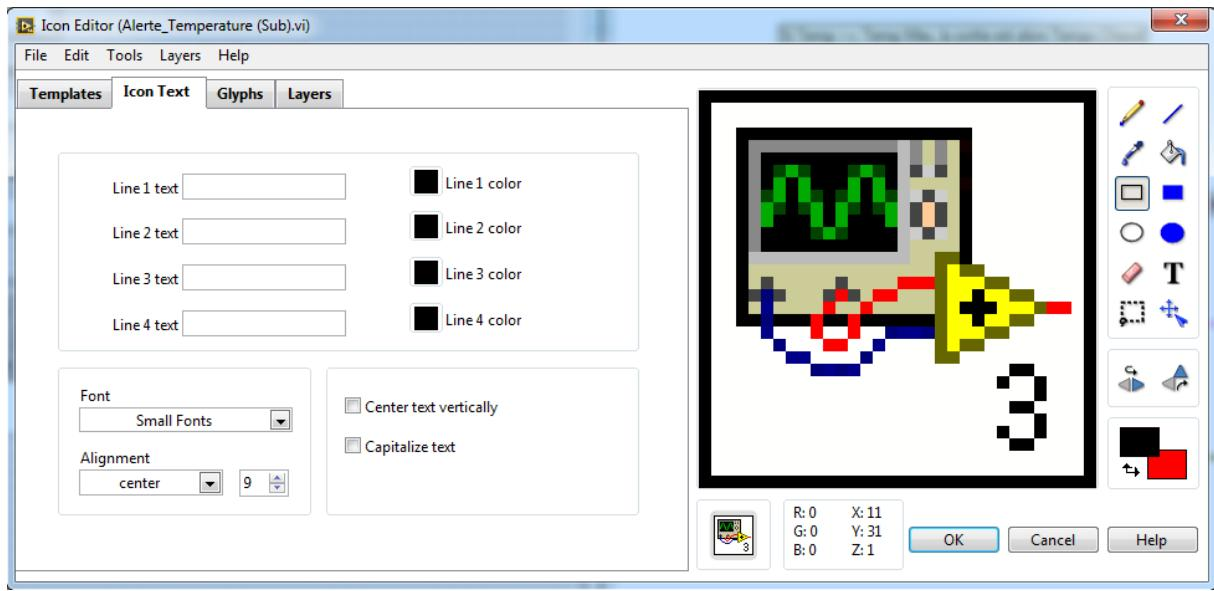

Figure 2.6. Fenêtre d'édition et de personnalisation des icônes (Icon Editor).
- ✓ Cliquer avec le bouton droit sur l'icône et sélectionner **Edit Icon**. La fenêtre **Icon Editor** de la figure 2.6 s'ouvre.